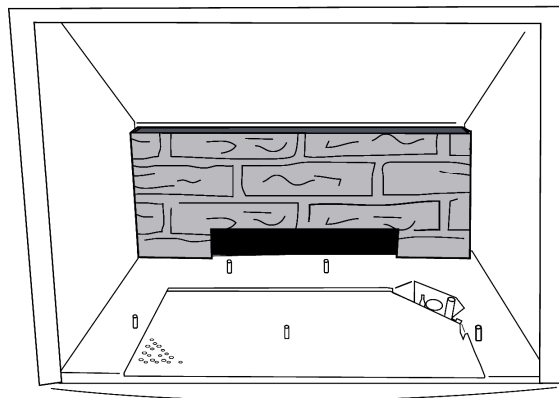

Figure 40. Installation du panneau arrière inférieur
4. **Installez le panneau arrière inférieur.** Placez-le contre la paroi arrière, en appui sur la jupe du brûleur. Fig. 40